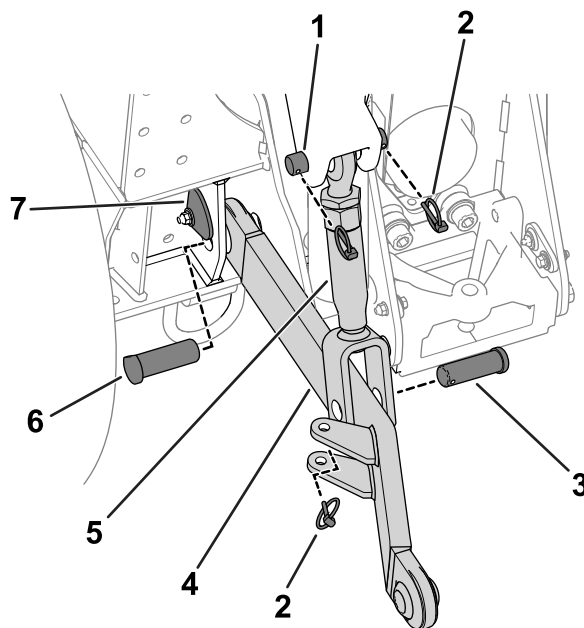
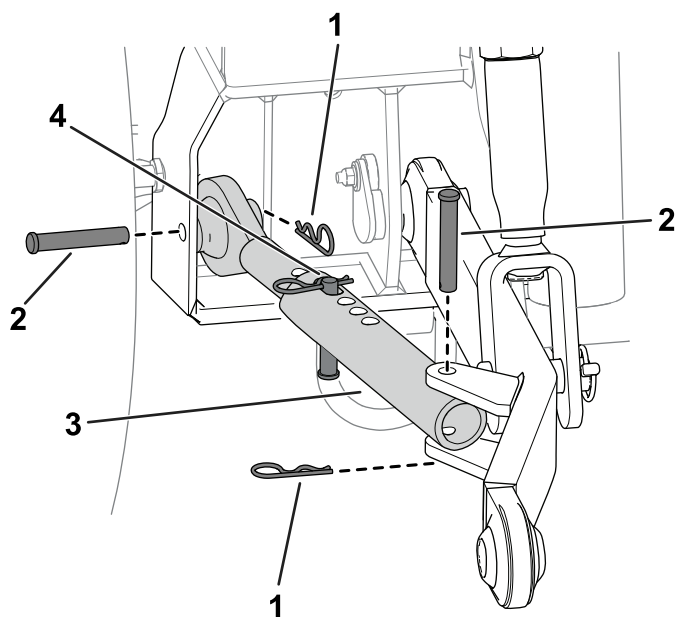

Рисунок 3
Рисунок 4
Примечание: На Рисунок 3 и Рисунок 4 показана установка тяг на левой стороне машины. Повторите эти действия на правой стороне машины.
1. Используйте штифт раскоса и 2 шплинта с кольцами для крепления раскоса к подъемным рычагам машины (Рисунок 3).
- A. Поднимите пластину штифта (Рисунок 3), открыв доступ к штифту.
- B. Извлеките нижний штифт (Рисунок 3).
- C. Установите продольную тягу, как показано на Рисунок 3.
- D. Проденьте нижний штифт через раму и соединение продольной тяги (Рисунок 3).
3. С помощью шплинтуемого штифта и шплинта с кольцом прикрепите раскос к продольной тяге (Рисунок 3).
4. С помощью шплинтуемых штифтов и игольчатых шплинтов прикрепите поперечные тяги к раме машины (Рисунок 4).
- С помощью шплинтуемого штифта и игольчатого шплинта прикрепите поперечную тягу к продольной тяге (Рисунок 4).
- Установите шплинтуемый штифт и игольчатый шплинт на поперечную тягу (Рисунок 4).